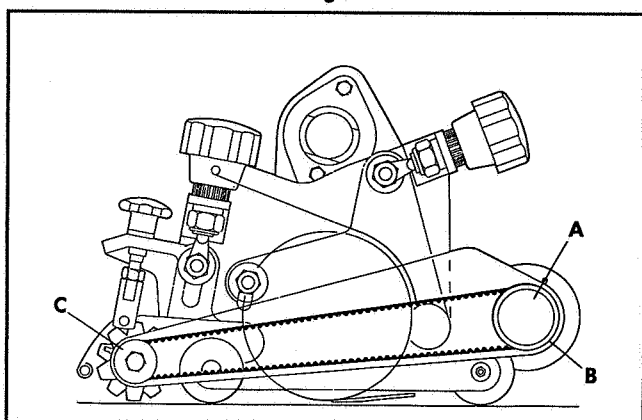

Fig.56
1. Disengage groomer drive clutch by pulling clutch operating knob (A Fig.56). This leaves a gap between the drive pulley on brush shaft and clutch operating knob. Slide belt into this gap to allow the belt to become loose. Slide belt over pulley lip on the groomer shaft
3. Fit new groomer belt by putting it onto the brush shaft pulley and clutch end first (B Fig.56) so it sits in the gap between the pulley and knob, then slide it over the pulley on groomer shaft. (C Fig.56) Slide belt on to brush shaft pulley last. Before running unit replace all covers.
1. Die "Verti-Groom"-Antriebskupplung durch Herausziehen des Kupplungsbetätigungs-knopfes (A Fig.56) ausrücken. Damit wird ein Zwischenraum zwischen der Antriebsriemenscheibe auf der Bürstenwelle und dem Kupplungsbetätigungs-knopf geschaffen. Den Riemen in diesen Spalt einschieben und lockern lassen. Den Riemen dann über die Riemenscheibenlippe auf der "Verti-Groom"-Welle aufziehen.
3. Den neuen "Verti-Groom"-Antriebsriemen einbauen, indem dieser zuerst auf der Bürstenantriebs-Riemenscheiben- und Kupplungsseite (B Fig.56) aufgezogen wird, damit er im Zwischenraum zwischen Riemenscheibe und Knopf liegt und dann auf die Riemenscheibe auf der "Verti-Groom"-Welle (C Fig.56) aufziehen. Vor Inbetriebnahme des Geräts alle Abdeckungen einbauen.
1. Désengager l'entraînement du verti-groom en tirant sur le bouton de commande de l'embrayage (A, Fig.56). Cela permet d'avoir un jeu entre la poulie d'entraînement sur l'arbre de brosse et le bouton de commande de l'embrayage. Faire glisser la courroie dans cet interstice afin de la détendre. La faire passer pas-dessus la poulie, sur l'arbre du verti-groom.
3. Mettre en place une courroie neuve sur le verti-groom en la faisant passer tout d'abord sur la poulie de l'arbre de la brosse et sur l'extrémité embrayage (B, Fig.56), jusqu'à ce qu'elle pénètre dans l'interstice entre la poulie et le bouton. Faire ensuite glisser cette courroie sur la poulie de l'arbre du verti-groom (C, Fig.56). Enfin, faire glisser cette courroie sur la poulie de l'arbre de la brosse. Avant de refaire fonctionner la coupe, remettre tous les capots.